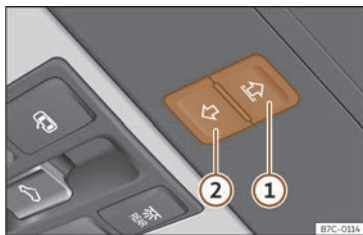

Fig. 62 Pe capitonajul interior al plafonului: suprafață de comandă funcții pentru acționarea parasolarului.
- Dacă în continuare acesta nu poate fi închis, în interval de 5 secunde apăsați butonul >>> fig. 62 ② înspre spate fără a-l elibera, până